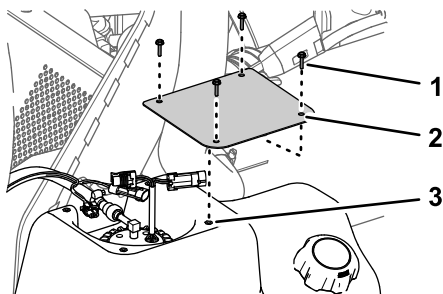

Figura 89
1. Encaixe a cobertura no depósito (Figura 89) com os 4 parafusos (n. 10 x ¾ pol.) que removeu no passo 2 de Remoção da tampa da bomba de combustível (página 68).